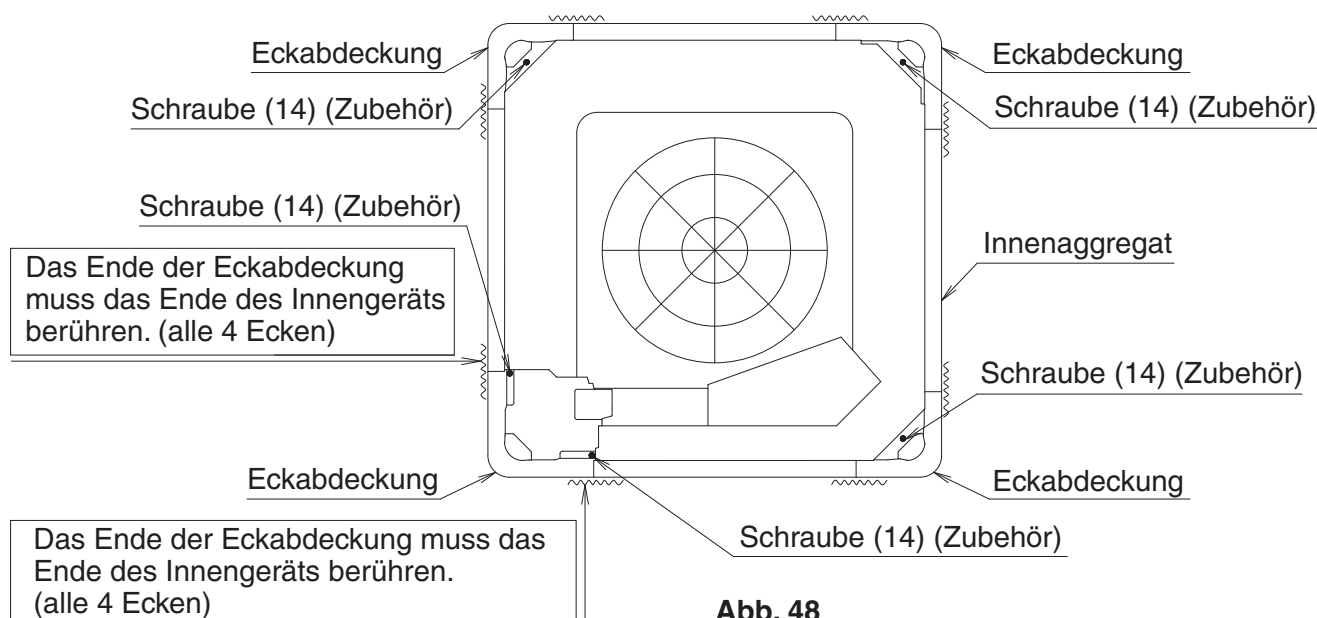

Abb. 48
Befestigen Sie die Eckabdeckung anschließend mit den beiliegenden Schrauben (14). Drücken Sie dabei so auf die Eckabdeckung, dass sich das Ende der Eckabdeckung und das Ende des Innengeräts berühren. (Siehe Abb. 48)